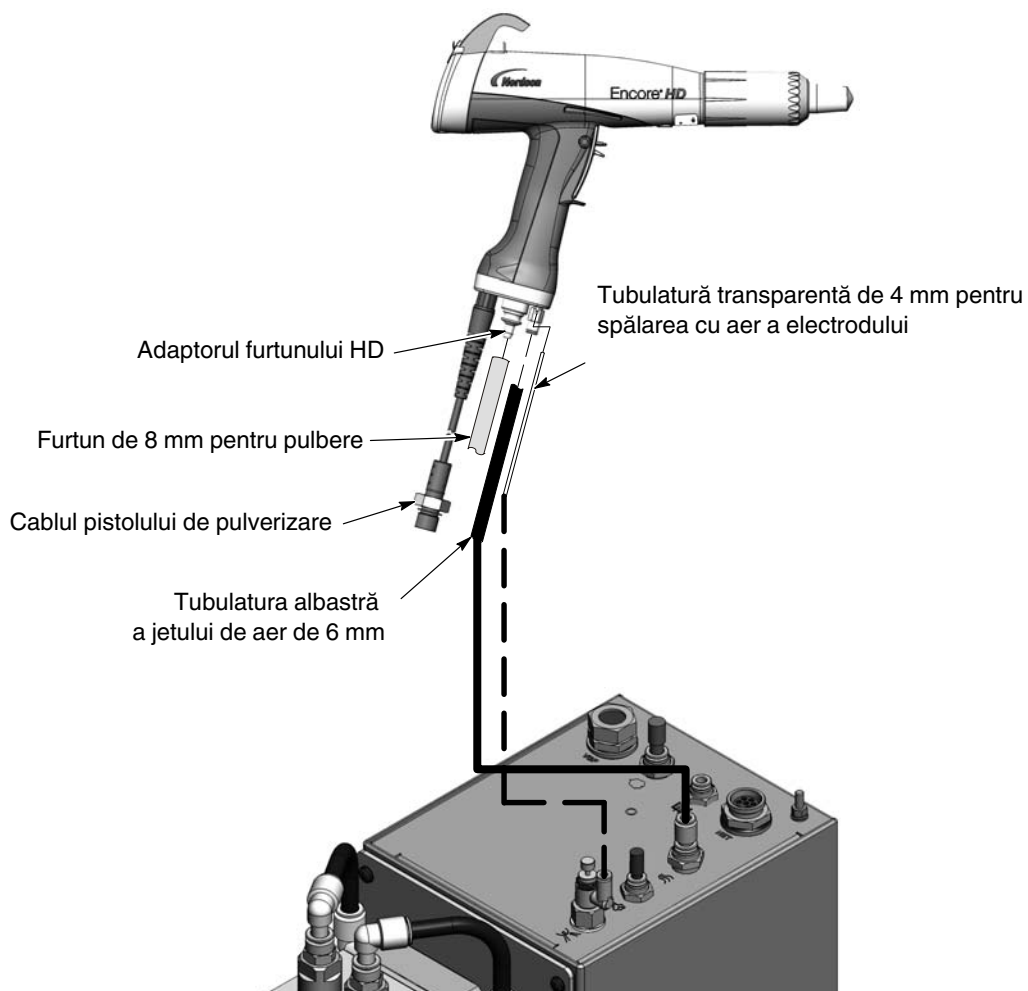

Figura 3-5 Conexiunile pistolului de pulverizare
Vezi Figura 3-5.
4. Vezi Figura 3-5. Verificați ca pistolul de pulverizare să nu fie acționat, apoi porniți alimentarea electrică a controlerului sistemului. Afișajele și pictogramele de pe interfața controlerului și interfața pistolului trebuie să se aprindă.